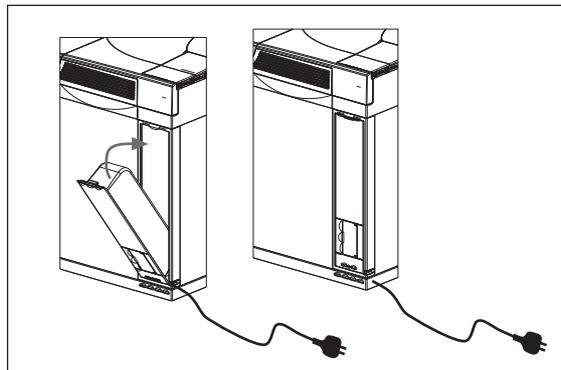

図25:パワーセンターの挿入
- 9.パワーセンターのコードを下にして水槽右側後方のスペースに装着します。ボックスが所定の位置に収まるように、底のつめを利用します(図25)。パワーセンターがロックされるまで押して固定します。